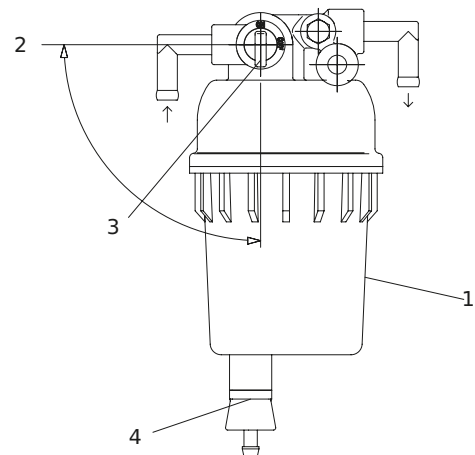

Figura 20
1. Coloque un recipiente aprobado debajo del filtro de combustible / separador de agua (1, Figura 20) para recoger los contaminantes.
2. Cierre (2, Figura 20) la llave de combustible (3, Figura 20).
3. Afloje la llave de drenaje (4, Figura 20) en la parte inferior de el filtro de combustible para drenar lo recogido en su interior. / separador de agua. Drene cualquier agua
5. Abre la llave de combustible (3, Figura 20).